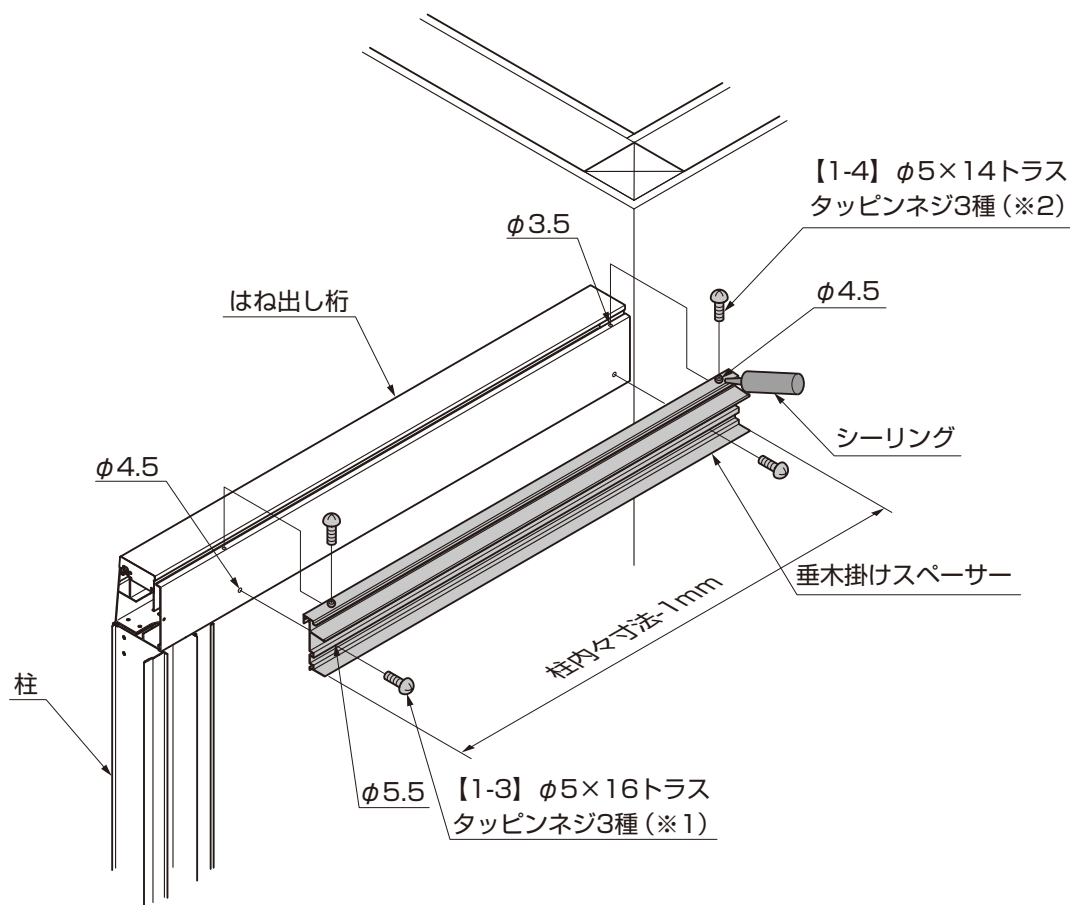

図4-1
- ① 垂木掛けスペーサーにシーリングをしてください。(図4-1、図4-3参照)
- ② 垂木掛けスペーサーをはね出し桁に【1-3】、【1-4】で取付けてください。